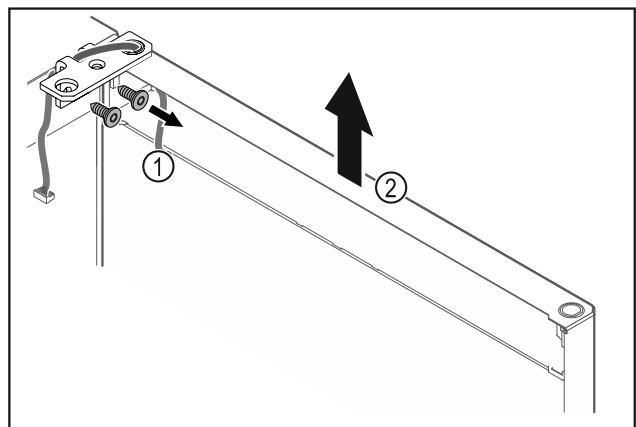

Fig. 19
- Odskrutkujte uholník závesu Fig. 19 (1).
- Zdvihnite dvere vrátane uholníka závesu Fig. 19 (2) cca 200 mm nahor a odoberte ich.